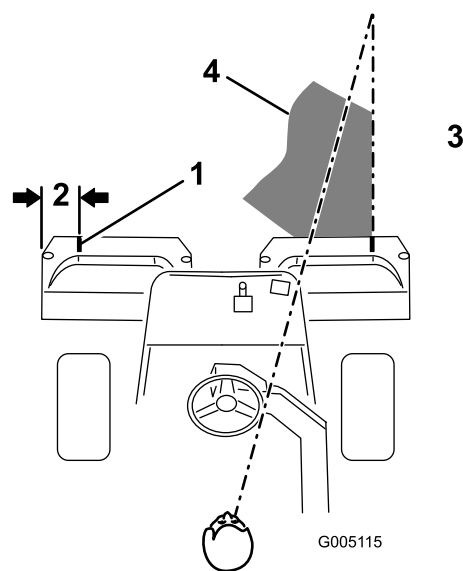
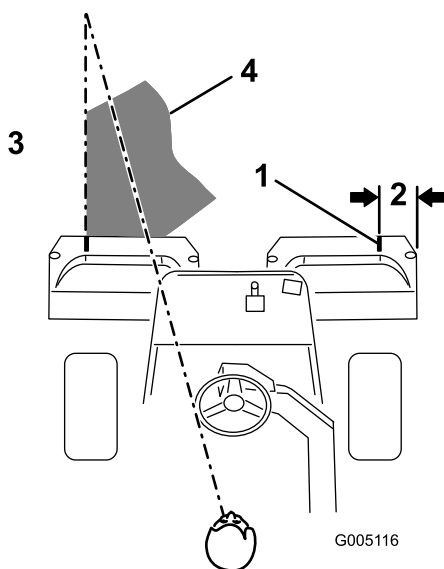

Figura 39
Figura 40
2. Coloque un trozo de cinta blanca o pinte una raya en cada recogehierbas, paralelo al borde exterior de cada uno (Figura 39).
3. Debe haber un solape mínimo con las pasadas anteriores. Para ayudar a mantener una línea recta a través del green y mantener la máquina a la misma distancia de la pasada anterior, establezca una línea imaginaria aproximadamente de 1,8 a 3 m por delante de la máquina hasta el extremo de la parte no segada del green (Figura 39 y Figura 40). Puede ser útil incluir el borde exterior del volante como parte de la línea imaginaria, es decir, mantener el borde del volante alineado con un punto que se mantiene siempre a la misma distancia de la parte delantera de la máquina (Figura 39 y Figura 40).